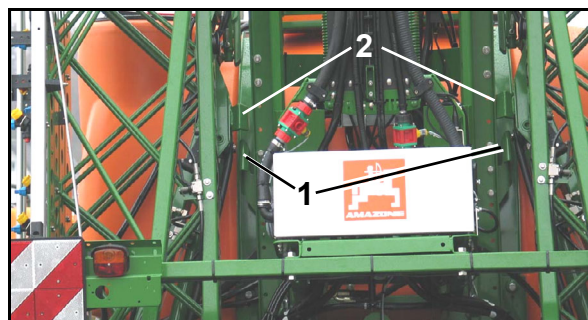

Bild 134
1. Lyft upp den ihopfällda sprutrampen med funktionsknappen , tills fånghakarna (Bild 134/1) går fria från fånghakarna (Bild 134/2).
Bild 134 visar rampen med frigjord transportlåsning